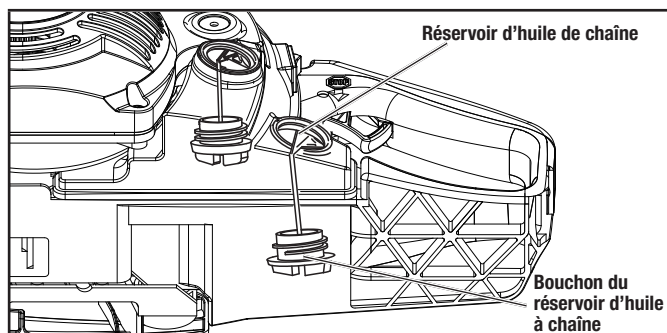

Figure 22
3. Dévissez le bouchon du réservoir d'huile de chaîne (Fig. 22).